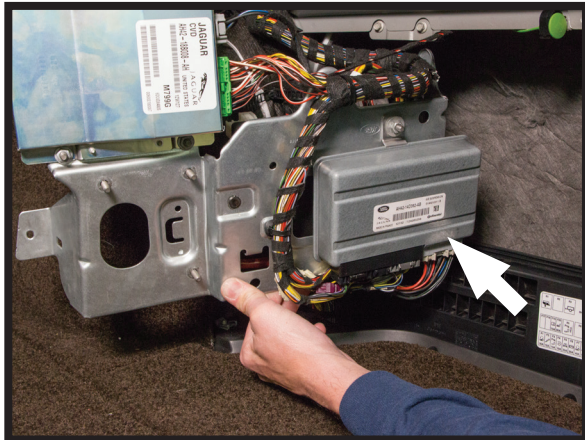

FIGURE 70
3. LOCATE THE AIR SUSPENSION CONTROL MODULE BEHIND THE FUSE PANEL. MAKE NOTE OF THE BLACK 20-PIN CONNECTOR. (FIGURES 70, 71)